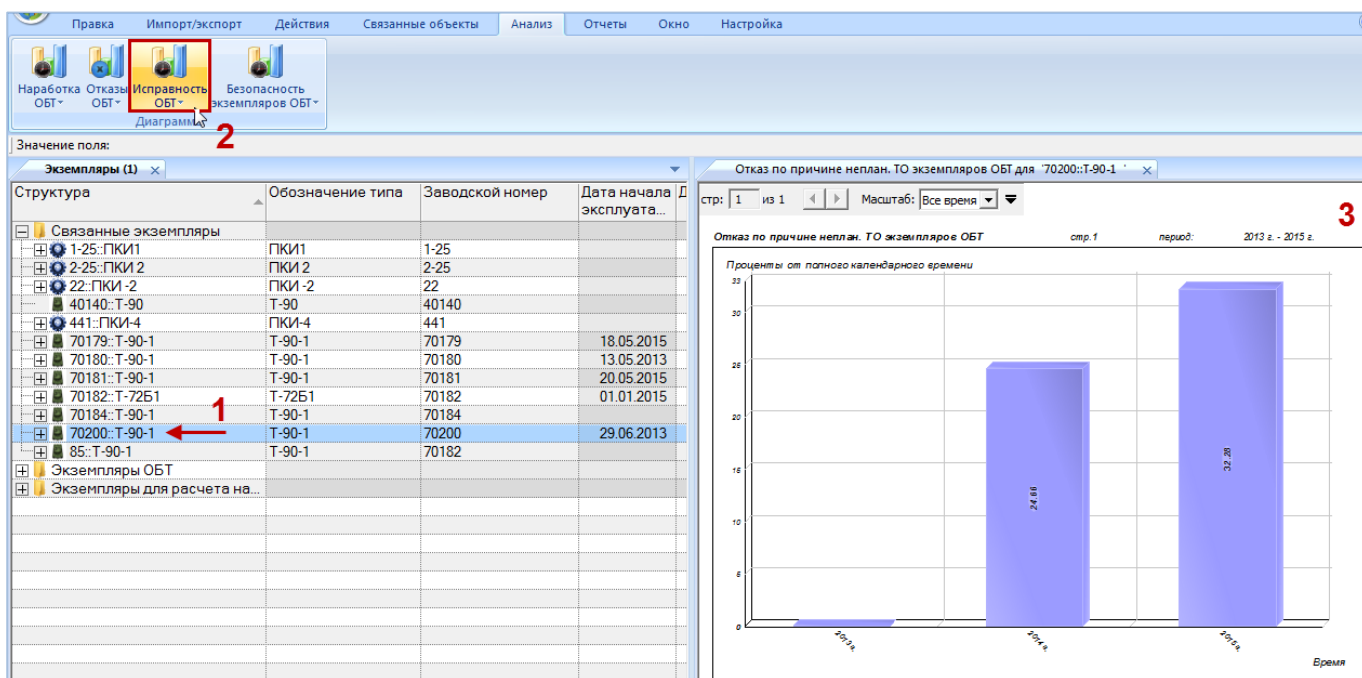

Рис. 31-13 – Построение диаграммы по безопасности экземпляров
- 4) В отдельном рабочем окне отображается диаграмма по безопасности экземпляров (3 на рис. 31-13). Краткое описание инструментов панели «Файл» для диаграмм приведено в пункте 5.4.7 «Панель «Диаграммы»», стр. 64.